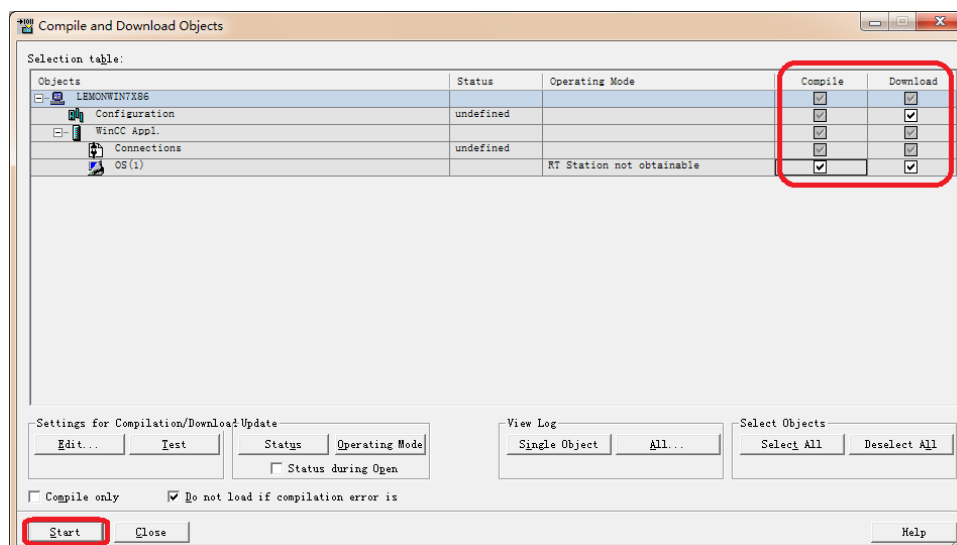

图 19
(L) 确认编译和下载选项，选择 **Start** 执行，如图 19 和 20 所示。